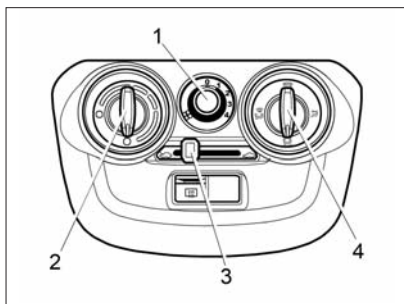
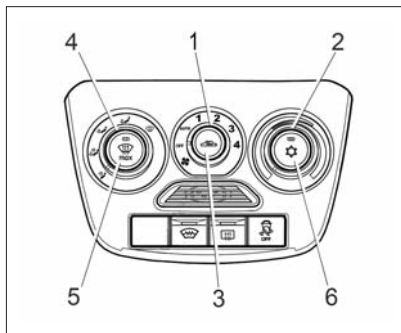

Рис. 41. Блок управления системой вентиляции и отопления
Рис. 43. Блок управления климатической системой (в вариантном исполнении)
Отопительно-вентиляционная установка автомобиля предназначена для создания в салоне комфортной температуры воздуха, значение которой регулируется блоком управления системой вентиляции и отопления (рис. 41). Однако она не может обеспечить в салоне температуру ниже, чем имеет наружный воздух.
- **рукоятку 2** (см. рис. 41) повернуть по часовой стрелке в крайнее правое положение до упора (синяя точка на блоке управления), а **в вариантном исполнении (см. рис. 43)** повернуть против часовой стрелки в крайнее левое положение синей зоны;
- **рукоятку 1** (см. рис. 41) переключателя режимов работы элект-
- **рукоятку 2** (см. рис. 41) повернуть против часовой стрелки в крайнее левое положение до упора (красная точка на блоке управления), а **в вариантном исполнении (см. рис. 43)** повернуть по часовой стрелке в крайнее правое положение красной зоны;
- **рукоятку 1** (см. рис. 41) переключателя режимов работы вентилятора поставить на скорость в зависимости от степени запотевания стекол.
- **рукоятку 4** (см. рис. 41) установить в положение ;
- **рукоятку 1** (см. рис. 41) переключателя режимов работы вентилятора отопителя поставить на максимальную скорость подачи воздуха в салон.
- **рукоятку 2** (см. рис. 41) повернуть против часовой стрелки в крайнее левое положение до упора (красная точка на блоке управления), а **в вариантном исполнении (см. рис. 43)** по часовой стрелке в крайнее правое положение красной зоны;
исполнении (см. рис. 43) режим рециркуляции включается и выключается кнопкой 3.
После мойки автомобиля в холодное время года при температуре окружающего воздуха ниже 0°C рекомендуется включать вентилятор системы вентиляции и отопления салона переключателем 1 (см. рис. 41 и 43) на 3-4 скорость на время около 2-3 минут.
В вариантном исполнении автомобиль комплектуется климатической установкой (рис. 43). Кли-
Несмотря на то, что внешний вид и расположение органов управления климатической установкой отличаются от органов управления системой вентиляции и отопления (см. рис. 41), логика и алгоритмы управления, описанные выше для системы вентиляции и отопления, верны и для климатической установки. Кроме того, климатическая система позволяет обеспечивать охлаждение воздуха, подаваемого в салон автомобиля, автоматический режим поддержания заданной температуры воздуха в салоне и автоматический режим очистки ветрового стекла.
2. Включите вентилятор, установив **рукоятку 1** (рис. 43) в одно из положений «1», «2», «3», «4» или «AUTO».
4. Включите максимальную скорость вентилятора климатической установки, установив **рукоятку 1** (см. рис. 43) в положение «4».
С помощью **рукоятки 2** (см. рис. 43) можно установить желаемую температуру воздуха в салоне. Климатическая система будет автоматически поддерживать установленную температуру воздуха в салоне в пределах производительности климатической установки и установленного допуска. Для наиболее эффективной работы в автоматическом режиме поддержания заданной температуры **рукоятка 1** управления вентилятором климатической системы должна быть включена в положение «АUTO» (для автоматического управления скоростью подачи воздуха).
При повторном нажатии **кнопки 5** (см. рис. 43) с символом  автоматический режим очистки ветрового стекла выключится и климатическая система вернется в исходное состояние.